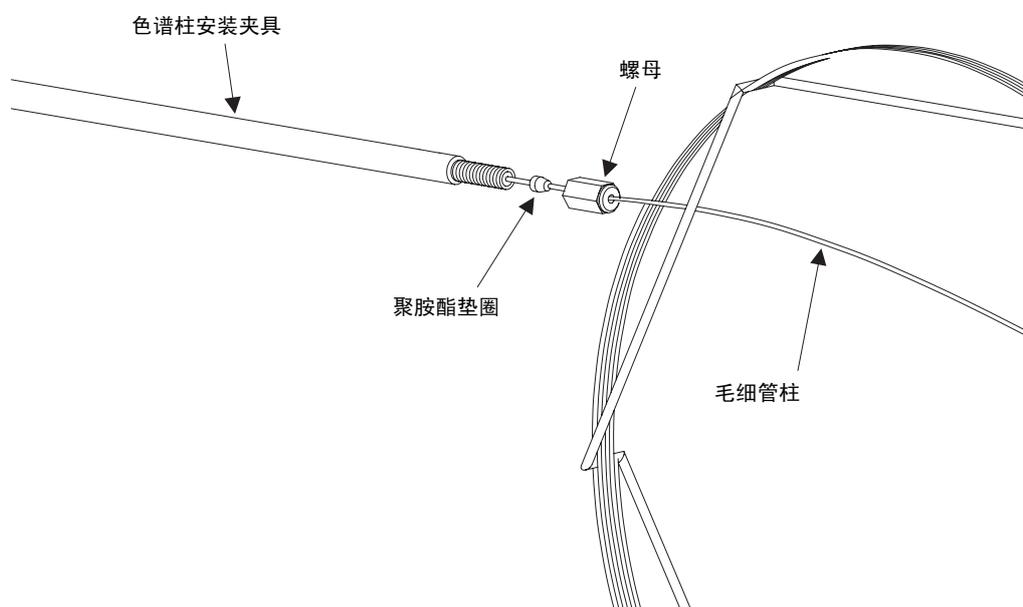

图 2.9 使用色谱柱安装夹具
- (1) 将毛细管柱推过聚胺酯垫圈和螺母。请参阅图 2.9 “使用色谱柱安装夹具”。